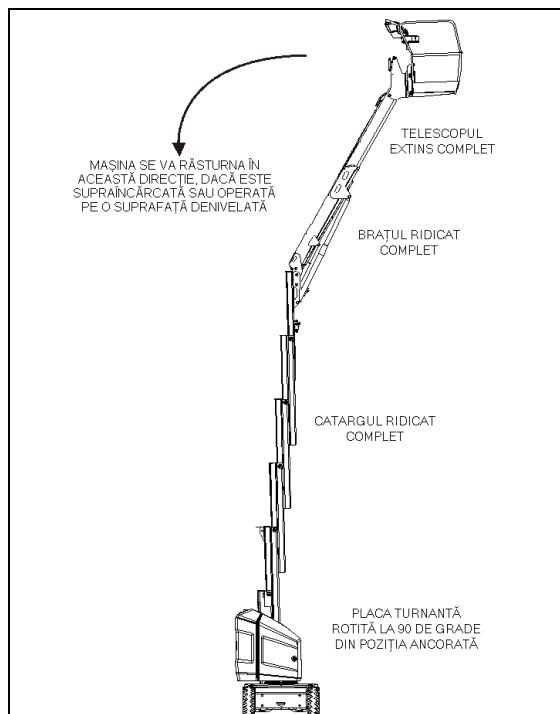

Figura 3-1. Poziția de cea mai mică stabilitate PE SPATE
Stabilitatea mașinii se bazează pe două (2) condiții, denumite stabilitatea PE FAȚĂ și stabilitatea PE SPATE. Poziția mașinii cu cea mai mică stabilitate PE FAȚĂ este indicată în Figura 3-2., iar poziția ei cu cea mai mică stabilitate PE SPATE este indicată în Figura 3-1.